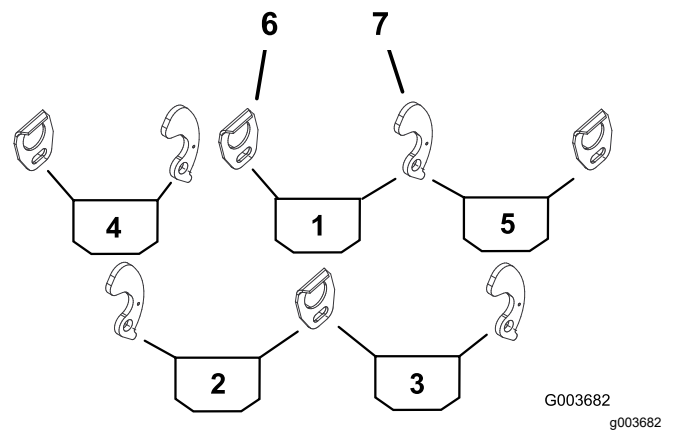

Figura 1
- Utilizzate Figura 1 per determinare le posizioni di montaggio delle guide o le staffe del cesto sui telai portanti degli apparati di taglio.
- Montate una guida del cesto sul lato opportuno del telaio portante di ogni apparato di taglio (Figura 1) con un bullone (5/16 x 1/2 poll.) e una rondella piana (3/8 x 7/8 poll.).